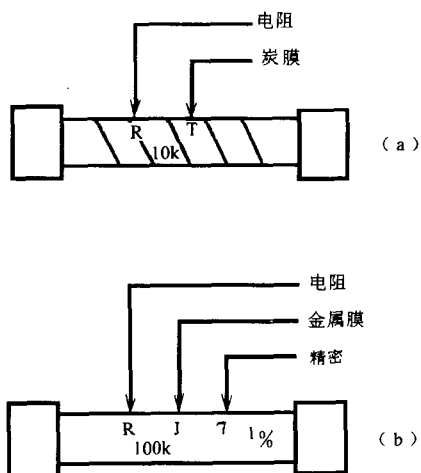

图 1-4 电阻器规格直标法实例
电阻器直标法是将电阻器的类别、标称电阻值及允许偏差、额定功率以及其他主要参数的数值等直接标志在电阻器外表面上，如图 1-4 所示。直标法标志电阻值的单位标志符号见表 1-3。
(1) 用数字和单位符号直接把标称电阻值和允许偏差标在电阻器的表面上，如图 1-4 所示。
(2) 用文字、数字符号两者有规律地组合起来标志电阻器的标称阻值。例如电阻器上标志符号 2R2 表示 2.2 Ω ；5R1 表示 5.1 Ω ；R33 表示 0.33 Ω ；6k8 表示 6.8 $k\Omega$ ；3M3 表示 3.3 $M\Omega$ ，等等。显然标志符号中的 R、k、M 代替了小数点。文字符号标志电阻器标称阻值实例列于表 1-4，供参考。